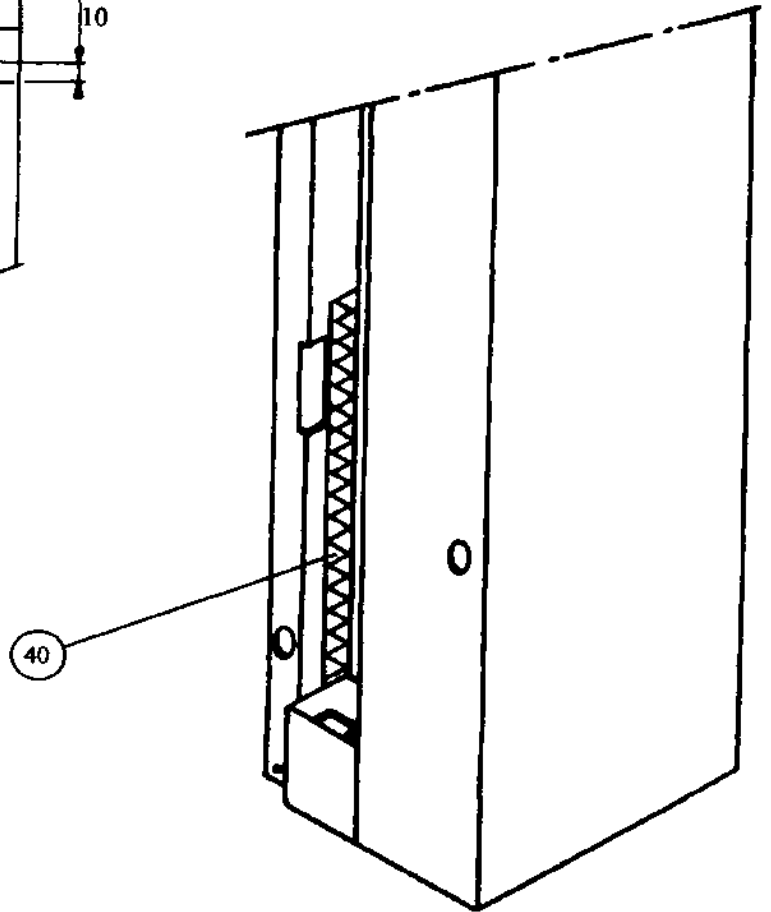

Figure 17
- A l'intérieur des coulisses verticales : en position basse, sur la face coté intérieur (40). (Figure 17)